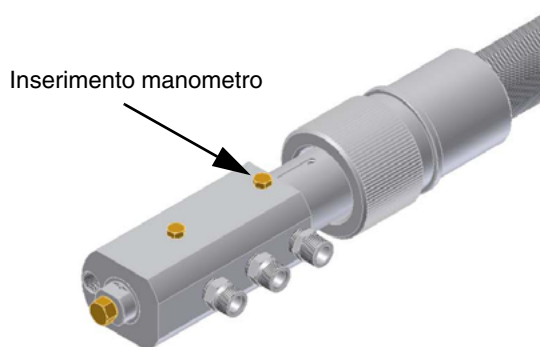

Fig. 12
- 9 La pressione di alimentazione ugello è già pre-tarata in fabbrica e non deve essere cambiata. Solo se necessario, regolare la pressione di alimentazione (vedi relativo paragrafo) nel modo seguente: inserire un manometro nella posizione indicata in Fig. 12 agire sulla vite di regolazione **VR** della pompa (vedi Fig. 11 e pag. 15) fino ad ottenere una pressione all'ugello pari a 25 bar (vd. esempio grafico a pag. 23);